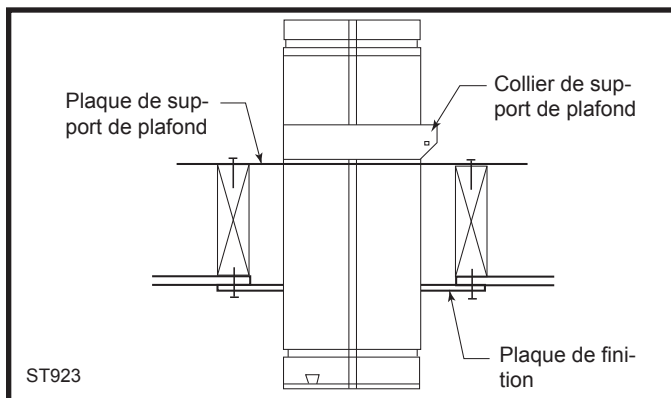

Fig. 35 Support de plafond.
Installez-le en vissant la plaque de support sur le dessus des montants de l'ouverture prévue à cet effet avec les vis fournies. Une plaque de finition (TP) ronde doit être fixée au plafond en utilisant les vis fournies afin d'améliorer la finition. (Fig. 35)